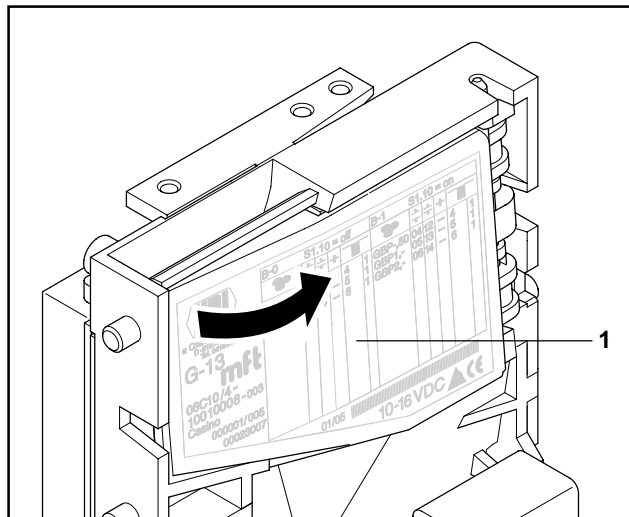

Abb. 6: Laufbahnträger des Münzprüfers aufklappen
- 2 Laufbahnträger 1 auf der linken Seite vorsichtig aufklappen und offen halten (s. Abb. 6).